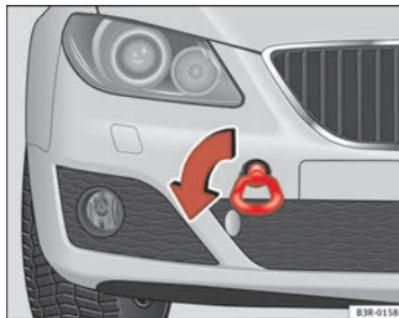

Fig. 231 Lato anteriore del veicolo: montaggio dell'anello per traino
- Avvitare l'anello fino in fondo verso *sinistra*, nel senso indicato dalla freccia ⇒ pag. 297, fig. 231. ■